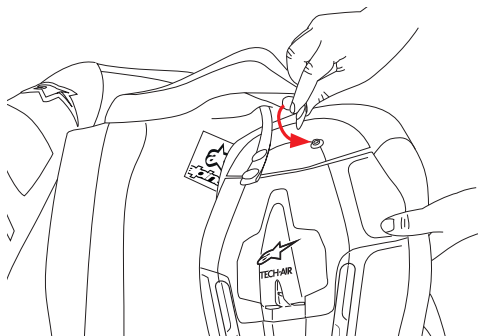

Figure 6
1. Accrocher le maillot airbag sur le crochet central arrière plus petit (1).
2. Fixer les deux connecteurs au protège-dos du maillot airbag (2). Dans le premier cas, monter la protection sur les deux pivots supérieurs (voir Fig 6).
- Installer le maillot airbag sur les deux pivots inférieurs (étape 2 de l'installation du maillot airbag – voir Figure 6)